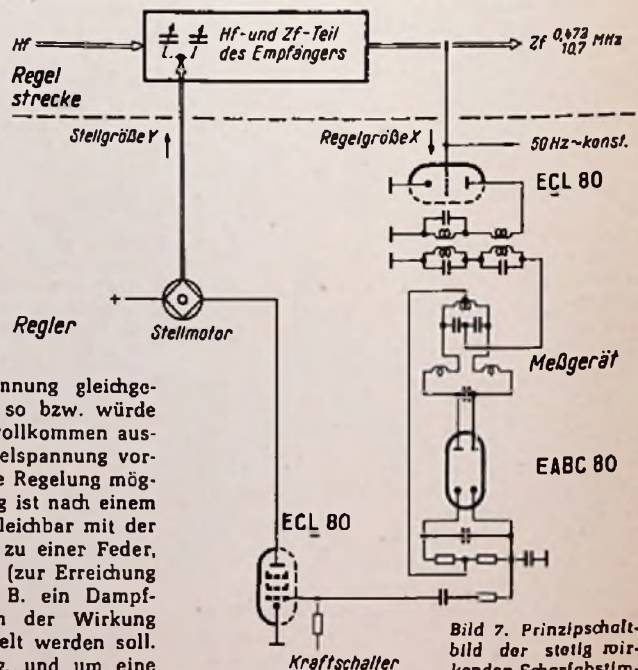

Bild 7. Prinzipschaltbild der stetig wirkenden Scharf-abstimmung eines Rundfunkempfängers
Bild 7 zeigt einen integral wirkenden Regler eines modernen Rundfunkempfängers (6). Aufgabe dieses Reglers ist es, die Abstimmkreise des Empfängers automatisch auf den empfangenen Sender einzustellen; es handelt sich also um eine automatische Scharfabstimmung und damit um einen sog. Folgeregler, bei dem die Frequenz des eingestellten Senders den Führungswert abgibt. Dieser Regler regelt aber nicht nur evtl. Abwanderungen der empfangenen Frequenz, also den Führungswert, aus, sondern auch Beeinflussungen durch Störgrößen Z. Solche wären im Falle des gezeigten Beispiels: Abweichungen des Überlagerungs-Oszillators und zeit- und temperaturbedingte Abweichungen der Abstimmelemente des Empfängers. Der Vollständigkeit halber sei hier hinzugefügt, daß dieselbe Einrichtung dieses „ferngesteuerten“ Empfängers auch zur Sendersuche von Hand oder automatisch benutzt wird; in diesem Falle handelt es sich dann um eine echte Steuerung.
Die Wirkungsweise des Regelkreises nach Bild 7 ist folgende: Die empfangene Hf wird in bekannter Weise in die Zf von 472 kHz oder 10,7 MHz umgesetzt. An der Anode der letzten Zf-Röhre (Messort) wird diese Zf abgenommen und einer Verstärker-Modulatorröhre EC(L) 80 zugeführt. Hier wird die jeweilige Zf (0,472 oder 10,7 MHz) mit einer 50-Hz-Wechselspannung moduliert und dann dem Steurdiskriminator zugeführt. Dieser ist interessanterweise so ausgeführt, daß er ohne Umschaltung sowohl die AM-Zf, als auch die FM-Zf verarbeiten kann.